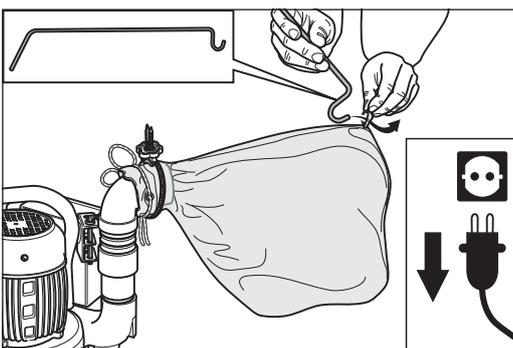

Abb. 7 Die Kabelstütze in die Schlaufe am Staubsaack eingehängen.
- 6 Hängen Sie die Kabelstütze in die Schlaufe am oberen Ende des Staubsaacks ein (Abb. 7).